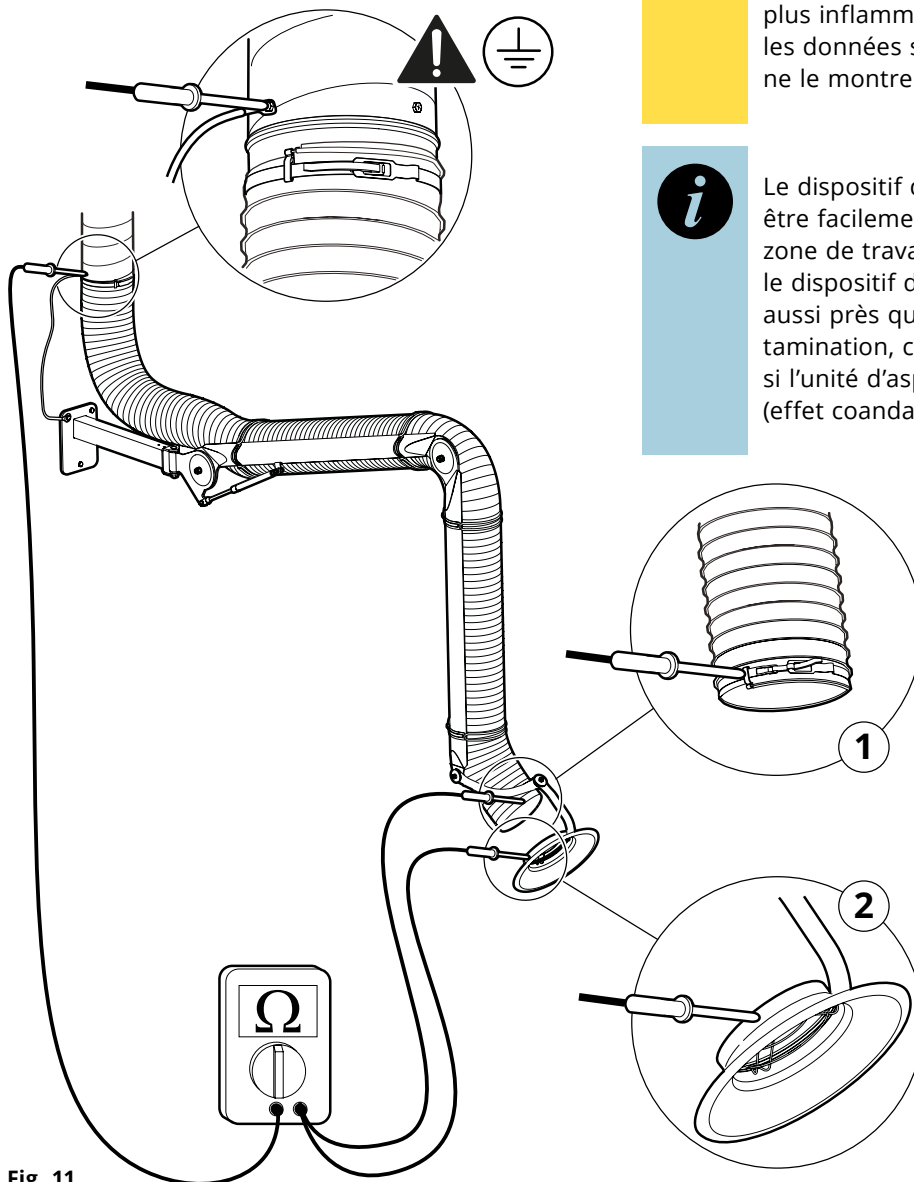

Fig. 11
3. Vérifiez la résistance de l'extraction ponctuelle avec un ohmmètre étalonné, voir 1, **Fig. 11**. La résistance entre les points de mesure doit être inférieure à 1 MΩ.
4. Vérifiez la résistance de la mise à la terre avec un ohmmètre étalonné, voir 2, **Fig. 11**. Résistance entre les points de mesure (plan de terre / produit) doivent être inférieurs à 1 MΩ.